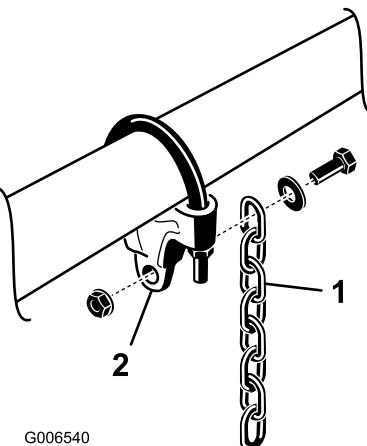

図 7
5. 各チェーン・ブラケットに、昇降チェーン を取り付ける。各ブラケットにネジ、ワッ シャ、ナット7各個を使用し、図 7のよう に取り付ける。